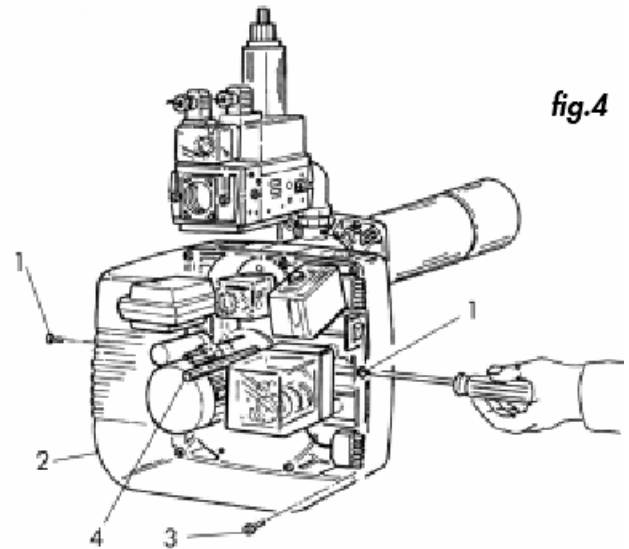

fig.4
Чтобы обеспечить доступ к основным узлам, снимите крышку (рис. 4). Техническое обслуживание насадки сгорания выполняется следующим образом:
- Отвинтите винты **1** и снимите крышку **2** (рис. 4).
- Отвинтите винты **3** и центральный штифт **4** (рис. 4).